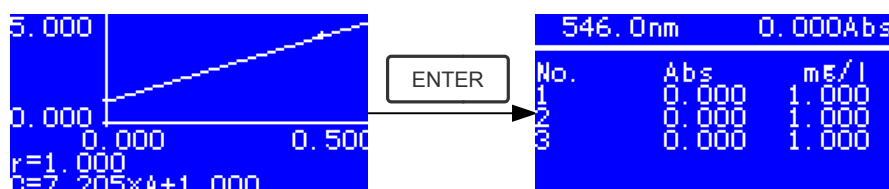

Fig. 4-12
- Placer la cuve de référence dans le porte cuve et presser **Error! Objects cannot be created from editing field codes.** pour aller dans le menu de mesures en continu. (Fig. 4-12)
- Presser **Error! Objects cannot be created from editing field codes.** pour aller dans le menu de mesures et mesurer les échantillons. (Fig. 4-12)